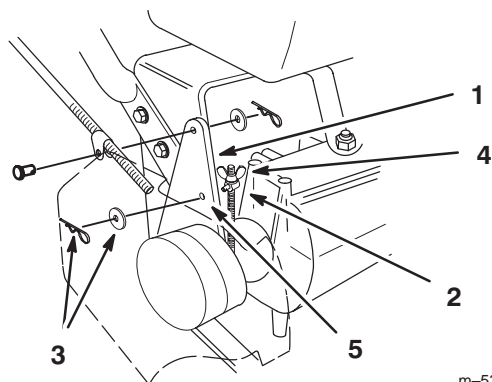

Bild 10
6. Entfernen Sie, wenn eine Einstellung der Bremse erforderlich ist, den Splint und die Scheibe, mit denen die Bremsstangenarmatur am Mitnehmerbügel befestigt ist (Bild 10).
7. Drehen Sie die Flügelmutter am Bremsgestänge auf oder ab und sichern die Armatur am Mitnehmerbügel ab (Bild 10). Kontrollieren Sie die Einstellungen und stellen bei Bedarf nach.